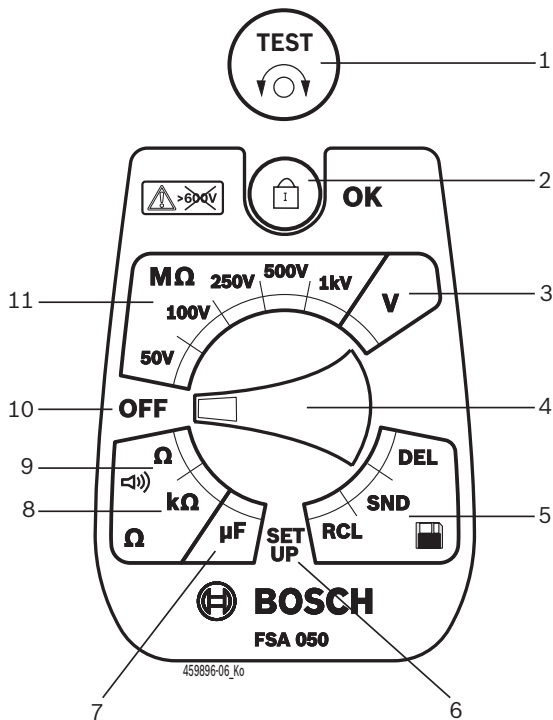

Fig. 2: Vridkontakt/knappar
- Ställ vridkontakten på <SETUP> (fig. 2, pos. 6).
- <TEST> (fig. 2, pos. 1) trycks ca. två sekunder.
- </OK> trycks, för att spara det önskade värdet (fig. 2, pos. 2).